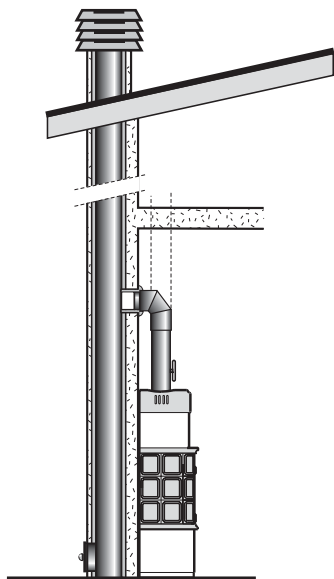

Fig. 6.2.1
**6.2.1 Raccordement du conduit de fumée (Fig. 6.2.1)**
### **6.2.1 Conexión del cañón de humo (Fig. 6.2.1)**